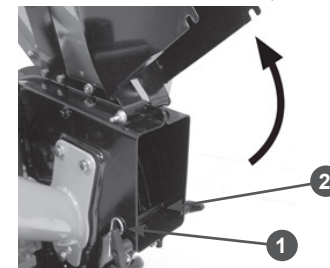

Рис. 18 Разблокировка решетки разгрузочной трубы
3. Открутите на 1-2 оборота барашковые гайки крепления дефлектора и поднимите дефлектор вверх (Рис. 18).
- Снимите шплинт 1 со штифта 2, который проходит через решетку и корпус разгрузочной трубы (Рис. 18).
- Извлеките штифт 2 (Рис. 18).
- Поднимите вверх дефлектор разгрузочной трубы (Рис. 18).